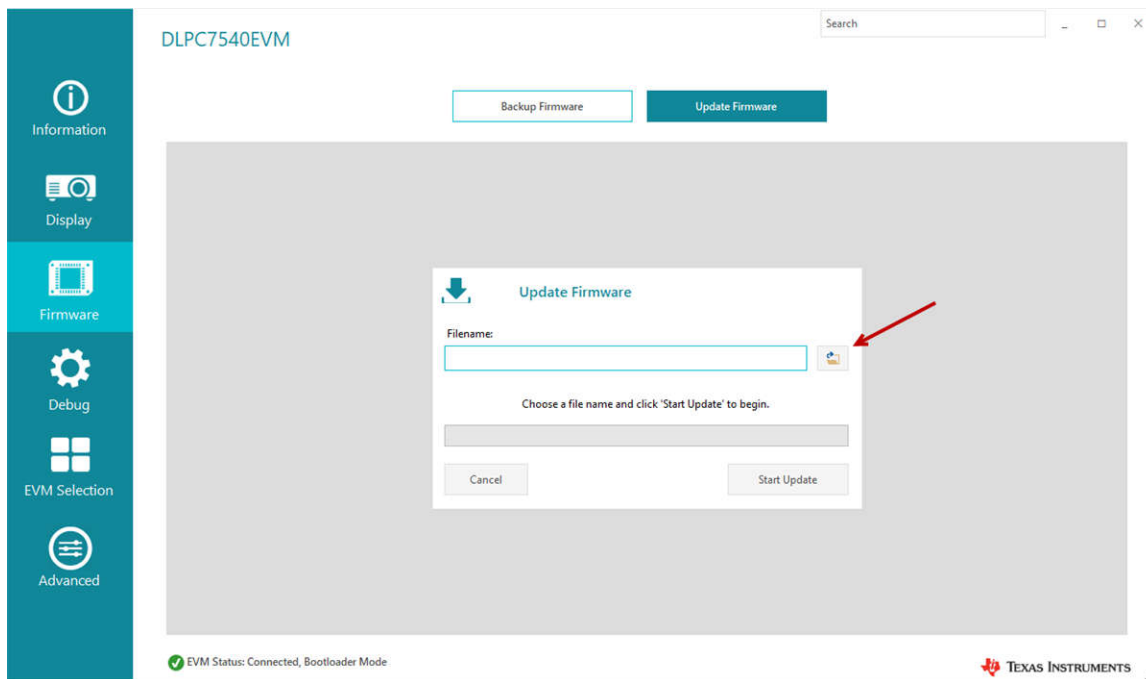

図 3-4. フラッシュイメージのロード
- a. ファームウェア画面に移動し、ファームウェア アップデートのタブを選択します。フォルダ アイコンをクリックすると、DLPC7540EVM に接続されている実際の DMD に応じて、該当するファームウェアを参照できます。ファームウェア イメージ ファイルを選択したら、アップデートの**開始**をクリックします。図 3-4 を参照してください。